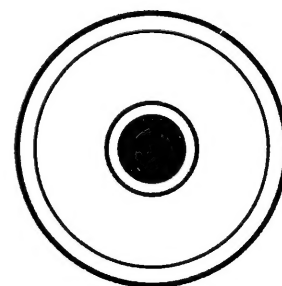

図3.5
- 8) 整準ねじ⑤を回して、気泡を○の中央に入れます。(図3.5)